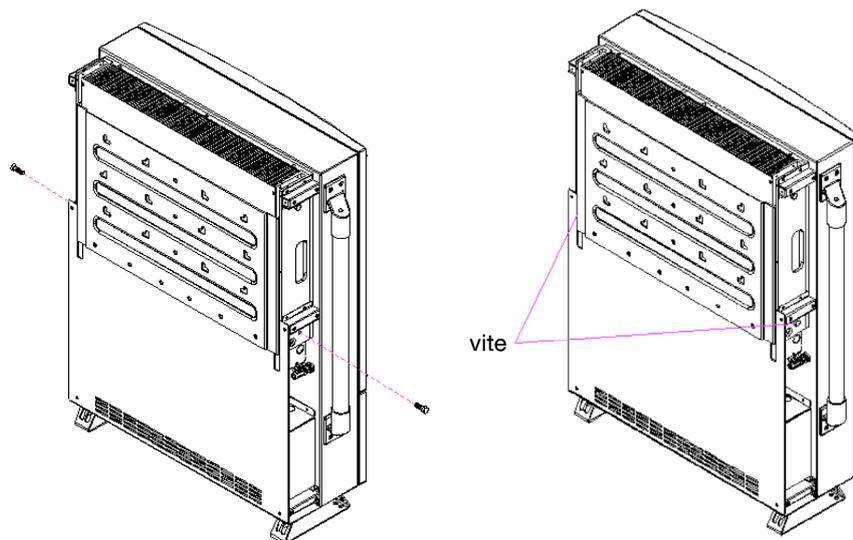

Fig. 2.2.4 Agganciare l'inverter alla staffa di montaggio e serrare la vite
- Una volta che la staffa di montaggio è fissata al muro, l'inverter può essere montato e fissato alla staffa. Agganciare l'inverter alle flange della staffa di montaggio e farlo scendere con cautela per bloccarlo in posizione. Quindi fissare l'inverter alla staffa di montaggio come illustrato in Fig. 2.2.4.